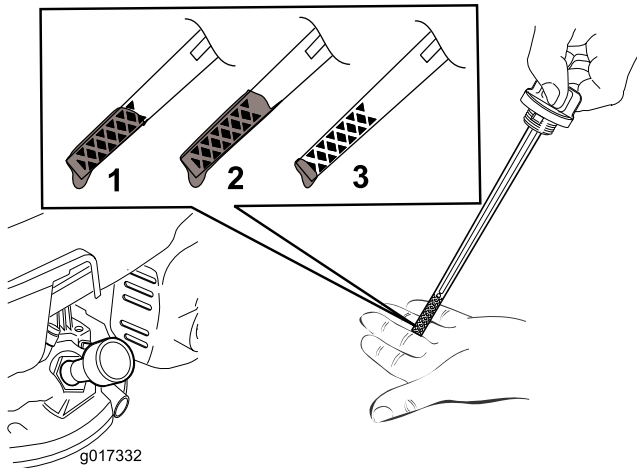
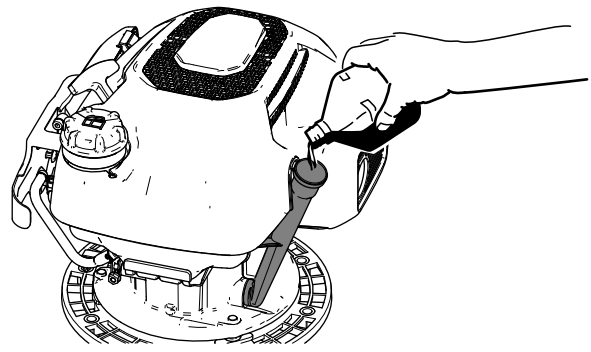

Figura 34
Figura 35
5. Se o nível de óleo estiver próximo ou abaixo da marca do limite inferior da vareta (Figura 34), despeje lentamente o óleo do motor especificado no tubo de enchimento de óleo (Figura 35) e aguarde 3 minutos.
5. Alinhe um recipiente de drenagem junto a plataforma no lado do tubo de enchimento de óleo da máquina e no chão (Figura 35).
- Verta lentamente o óleo do motor especificado para o tubo de enchimento de óleo (Figura 35) e aguarde 3 minutos.